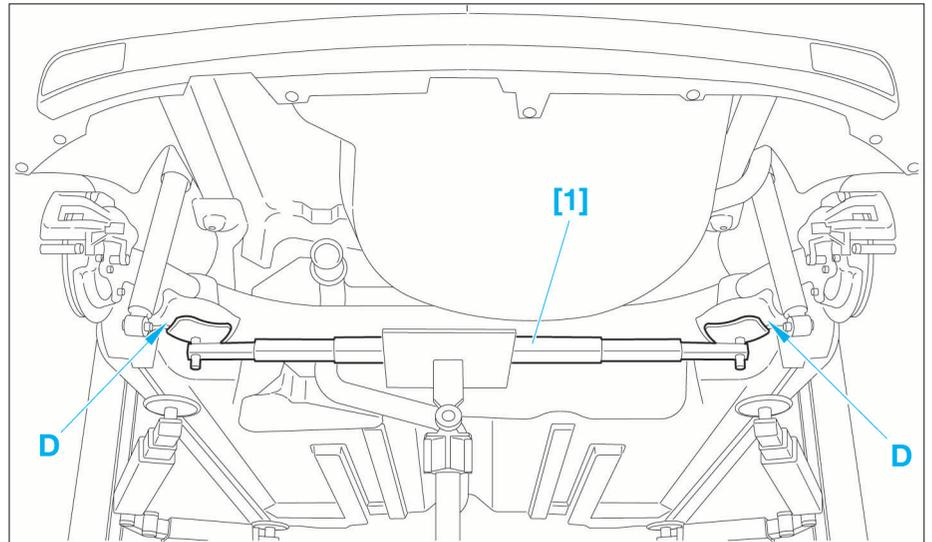

FIG. 37
- Positionner la traverse de train arrière à l'horizontale, à l'aide de l'outil de levage [1] (prendre appui sous les coupelles de ressort de suspension en "D") (Fig.37).